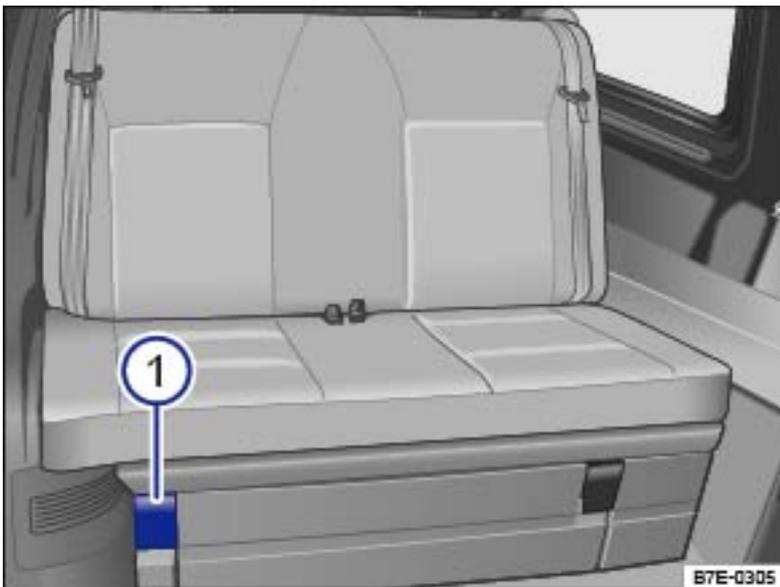

Fig. 10 Dans le séjour : éléments de commande de la banquette-couchette
- Tirez le levier → Fig. 10① et maintenez-le dans cette position.
- Tirez le levier ⇒ Fig. 10① et maintenez-le dans cette position.